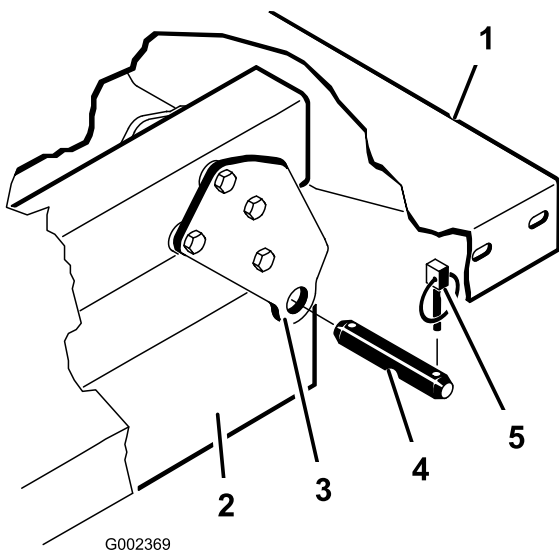

Bild 4
6. Nehmen Sie die Klappstecker und die Lastösenbolzen ab, mit denen die Schwenkhalterungen an den Rahmenkanälen der Maschine befestigt sind (Bild 4).